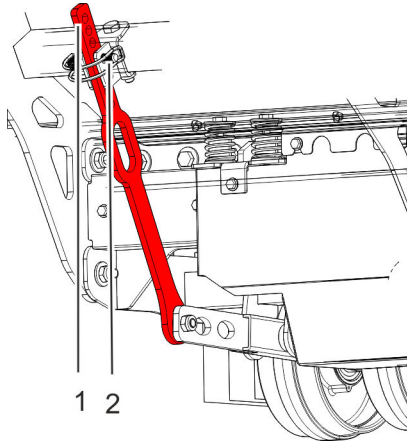

Abb. 31: Arbeitshöhe einstellen
1. ▶ Klappsplint (Abb. 31/2) an der rechten Strebe öffnen und herausziehen.
2. ▶ Rechte Strebe zur Einstellung der Arbeitshöhe (Abb. 31/1) in eine von 8 verschiedenen Positionen verschieben.
3. ▶ Klappsplint (Abb. 31/2) hineinstecken und schliessen.
4. ▶ Klappsplint (Abb. 31/2) an der linken Strebe öffnen und herausziehen.
5. ▶ Linke Strebe zur Einstellung der Arbeitshöhe (Abb. 31/1) in eine von 8 verschiedenen Positionen verschieben.
6. ▶ Klappsplint (Abb. 31/2) hineinstecken und schliessen.
7. ▶ Sicherstellen, dass beide Klappsplinte (Abb. 31/2) auf dieselbe Position eingestellt sind.